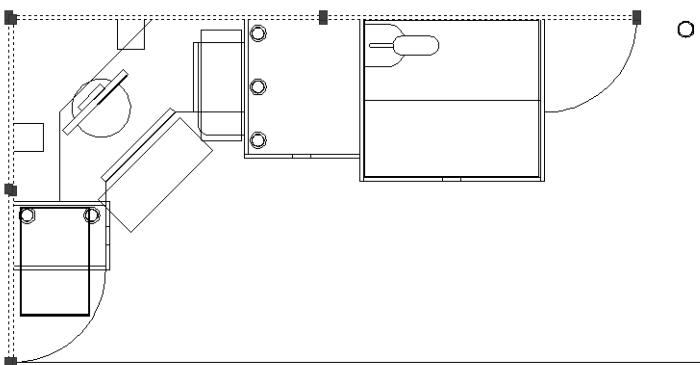

Рис. 6.13 ▼ Выделены две горизонтальные и две вертикальные линии
2. Проделайте аналогичную операцию с двумя вертикальными линиями контура левой боковой стенки. Все четыре линии будут выделены, о чем можно будет судить о наличии маркеров выделения (рис. 6.13).